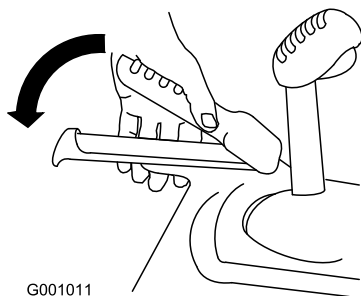

Figura 10
3. Aperte a alavanca esquerda (tração) para a pega (Figura 10).
6. Aperte a alavanca esquerda (tração) para a pega (Figura 10).